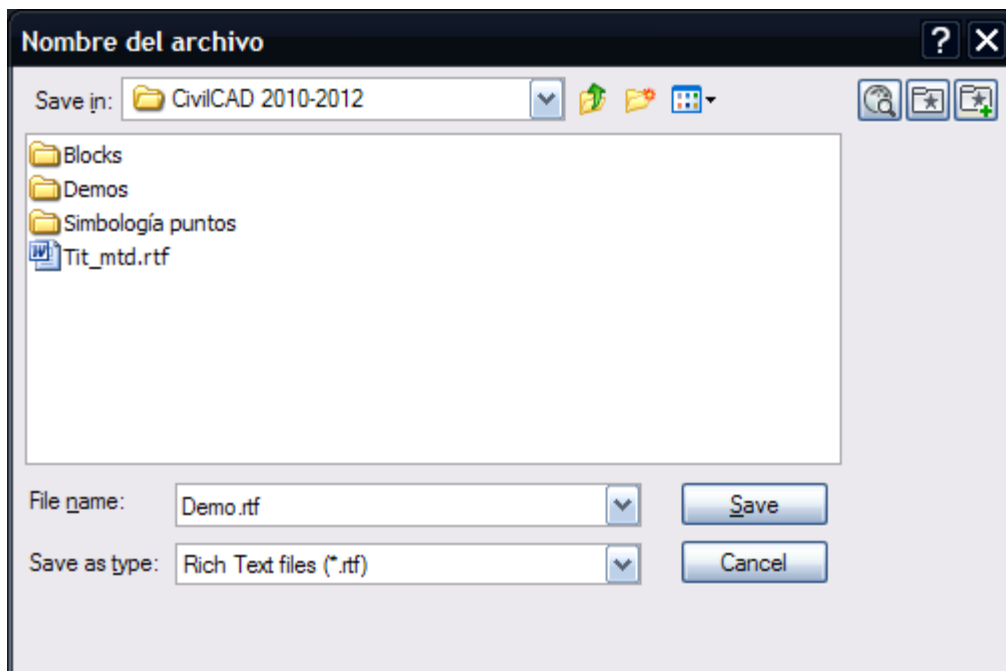

Fig. 6: Caja de diálogo para indicar nombre de archivo
6. Al desaparecer la caja de diálogo aparece otra donde se indica el nombre que tendrá el archivo generado. Se puede dar cualquier nombre mientras tenga menos de ocho caracteres y una extensión hasta de tres caracteres (Fig. 6). Al terminar de generarse el archivo seleccione la opción **Editar reporte** y escoja el tipo de archivo generado. De esta forma se entrará al editor para poder ver y editar el archivo generado.